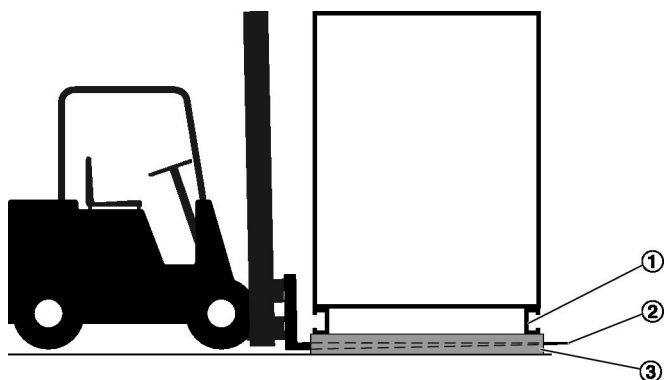

Abb. 12: Transport mit dem Gabelstapler
1. ▶ Die Gabeln (Abb. 12 /3) des Gabelstaplers so weit zwischen die Vierkannttransporthölzer (Abb. 12 /2) fahren, dass sie auf der Gegenseite unter dem Grundrahmen (Abb. 12 /1) herausragen.